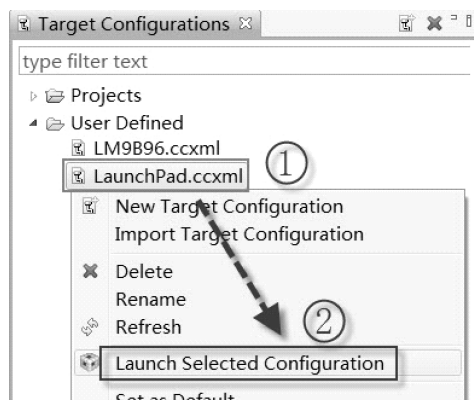

图 1-12 发出目标配置信息
③ 右击 LaunchPad.ccxml 文件, 在弹出的下拉菜单中单击 Launch Selected Configuration 选项, 发出目标配置信息, 如图 1-12 所示。